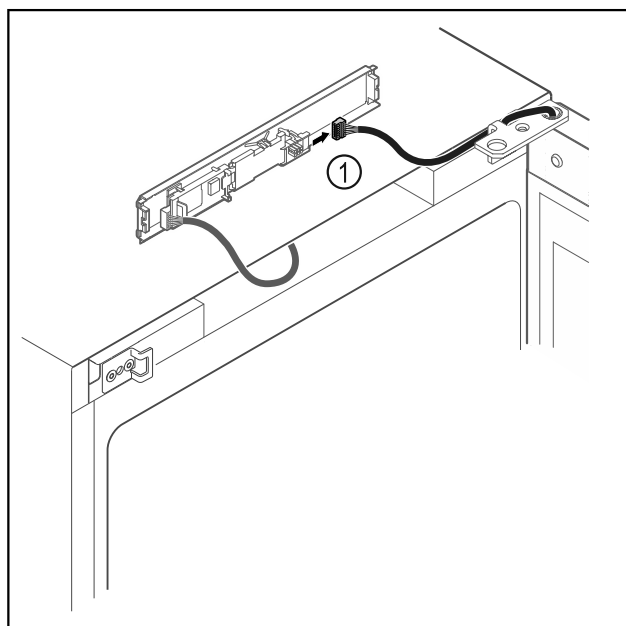

Fig. 19
- ▶ Vytáhněte zástrčku Fig. 19 (1) z desky.